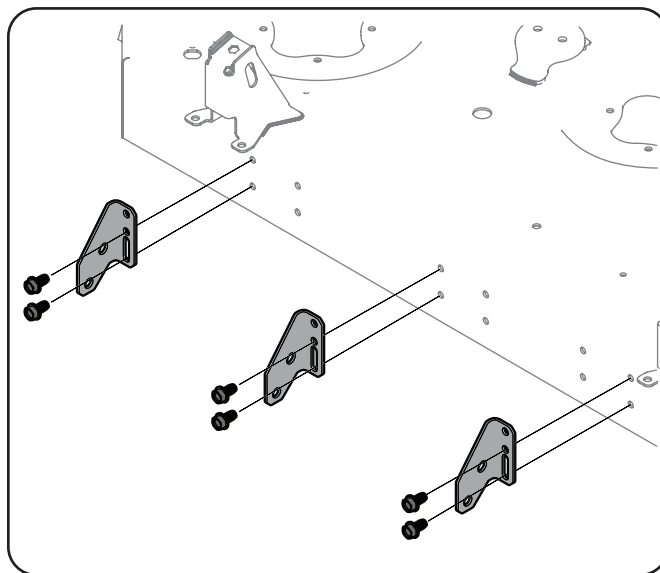

Figure 1-2
1. Instale tres ménsulas de soporte de rodillo (n.º 1) en las ubicaciones que se indican en la Figure 1-2 en la plataforma del tractor con dos tornillos autorroscantes de  $\frac{3}{8}$ " (n.º 2) por cada ménsula. Consulte la Figure 1-2.